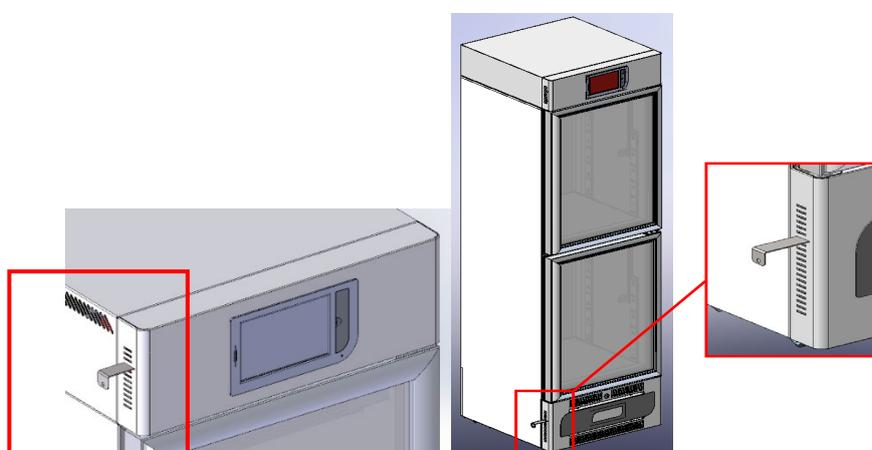

Fig. 28 – posizione e inserimento chiave modelli 2 temperature
- iii. **Per modelli 2 temperature:** Inserire la chiave nella fessura dedicata posta a lato del frontalino in corrispondenza della serratura (sia per il vano superiore che per il vano inferiore fig.28) e mantenere premuta la chiave sulla leva di sblocco mentre si procede con l'apertura della porta (rilasciando il meccanismo la porta verrà nuovamente bloccata)